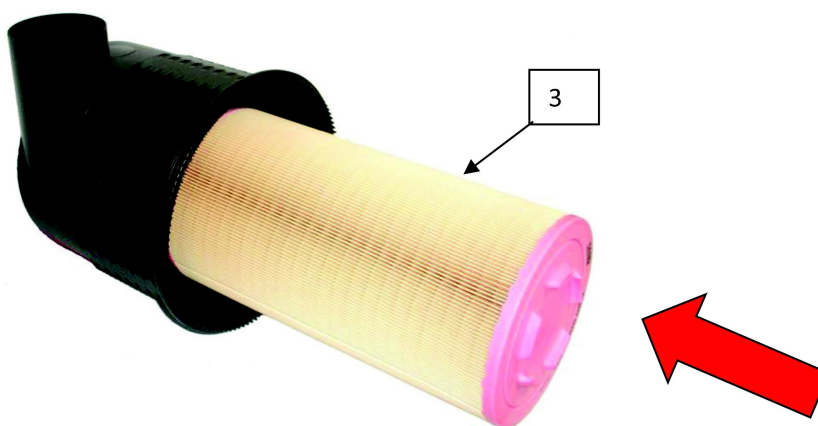

Рис. 3 Установка основного фильтрующего элемента
Аккуратно вставьте основной фильтрующий элемент (3) открытым концом в корпус фильтра. (Рис.3)